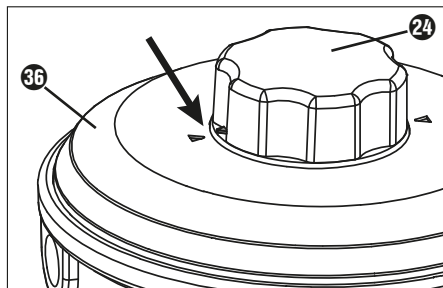

Fig. 1
- ◆ Encaixe ambos os blocos acumuladores 43 no bloco do motor 1 (ver fig. 1).
- 1) Certifique-se de que ambas as setas na tampa **36** e no botão rotativo **24** da bobina de fio **23** apontam uma para a outra (ver fig. 1). Desta forma é garantido que o fio poderá ser enrolado diretamente no canal de fio da bobina **38**.